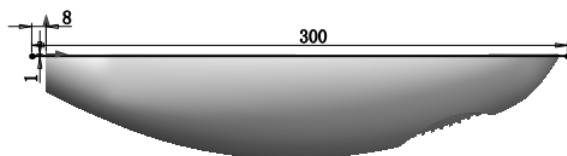

图 6.15.45 横断面草图
Step41. 创建切除-拉伸 2。选取上视基准面作为草图基准面，绘制如图 6.15.45 所示的横断面草图；在该对话框 **方向1(1)** 和 **方向2(2)** 区域的下拉列表中均选择 **完全贯穿** 选项；单击 按钮，完成切除-拉伸 2 的创建。